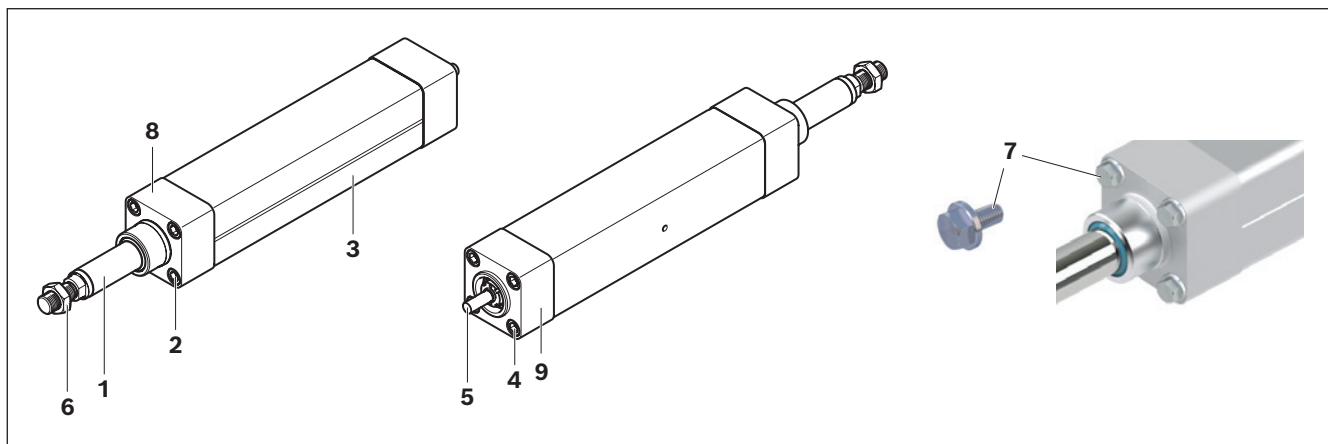

Fig. 1: **Bestandteile des Elektromechanischen Zylinders EMC**
- Kraftsensor, Verschlusschrauben ➡ Fig. 1, Steckanschlüsse